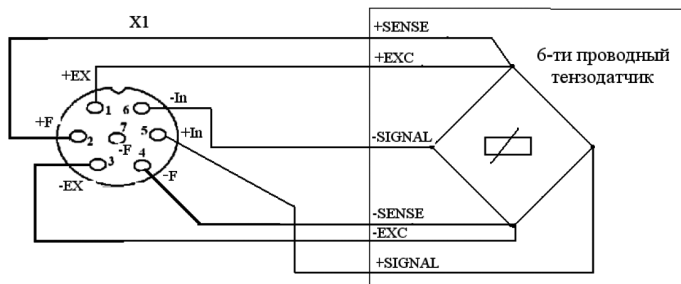

Рисунок 6. Подключение 6-ти проводного датчика.
7.2 Схема распайки разъёма кабельного для 6-ти проводного подключение датчика или соединительной коробки см. Рисунок 6.